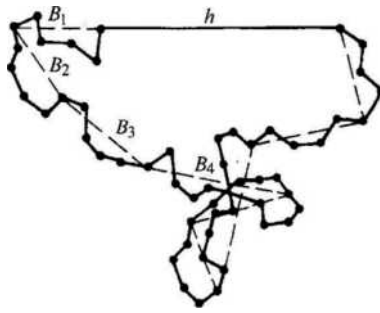

图 3-4 柔性高分子链的末端距和链段示意图
② 高分子卷曲度的计算
a. 高分子链的卷曲程度一般采用其两端点间的直线距离—末端距 h 来衡量（图 3-4） h 末端距越短，则高分子链卷曲越厉害；
③ 影响高分子链柔顺性的因素